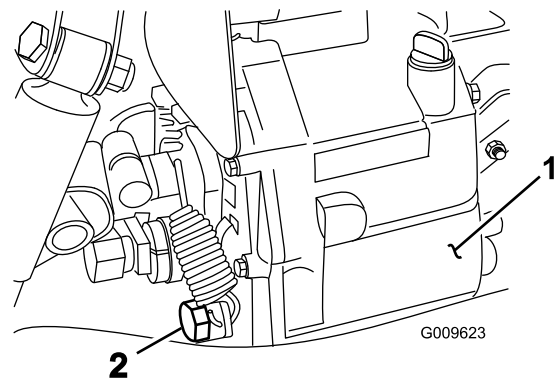

Figura 70
2. Retire el tapón de vaciado del lado del depósito y deje que se drene el fluido hidráulico en el recipiente (Figura 70).